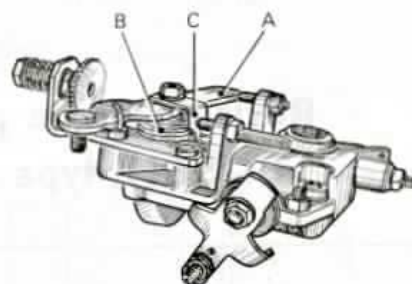

Fig. 4.
- Enlever le raccord de retour (R) et vidanger la pompe en la retournant. Déposer, si besoin est, le manchon d'entraînement.
- Fixer la pompe dans un montage approprié, enlever le levier (1) d'accélération (A), le ressort de rappel (B), la patte (C), puis desserrer les quatre vis de fixation du couvercle de régulateur (fig. 4).